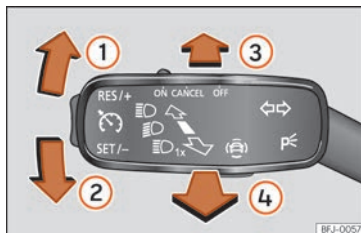

Abb. 91 Blinker- und Fernlichthebel.
- Drücken Sie den Blinker- und Fernlichthebel aus der Ausgangsstellung nach vorne  **Abb. 91** . Wenn die Kontrollleuchte  am Bildschirm des Kombi-Instruments aufleuchtet, ist der Fernlichtassistent eingeschaltet.
- **ODER:** Ziehen Sie bei eingeschaltetem Fernlicht den Blinker- und Fernlichthebel nach hinten »» **Abb. 91** .